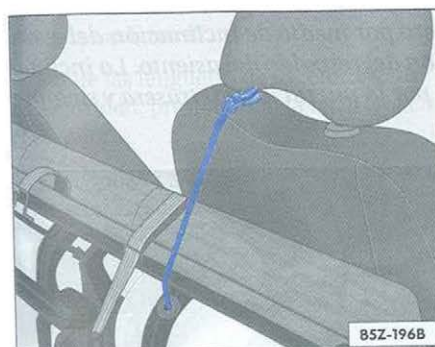

Fig. 70 Asiento inclinado fijado con la cinta elástica roja en la varilla del apoyo para cabeza
- Localice la cinta elástica roja, que está situada en la parte inferior del asiento y encaje el gancho de la cinta elástica roja en la varilla del apoyo para cabeza del pasajero ⇒ fig. 70, inmovilizando el conjunto ⇒ ⚠.